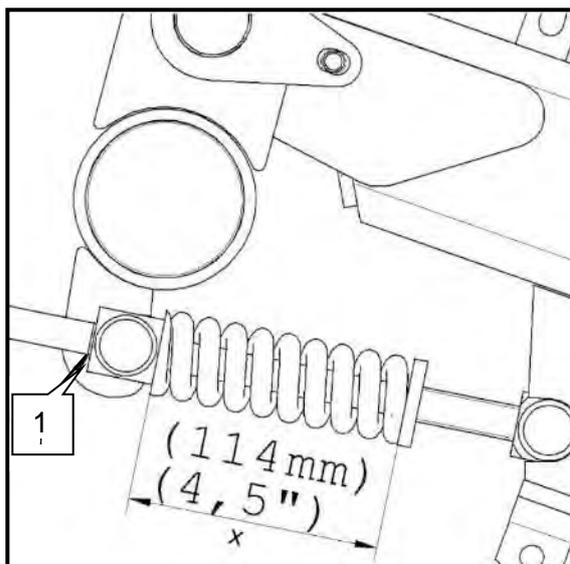

Fig. 92 Longitud del resorte tensor para las correas trapezoidales
- ➔ Si fuera necesario, corrija la tensión elástica ajustando la longitud de muelle a 114 mm (4.5"). Consulte la Fig. 92.
- ➔ Compruebe si la ranura (1) en el husillo termina con el estribo en el engranaje (Fig. 92 / Fig. 93).